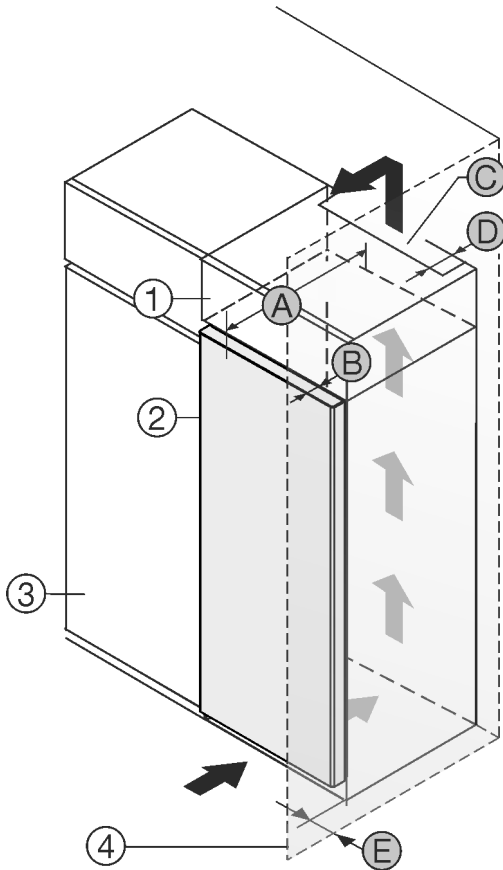

Fig. 1
- (1) Επικαθήμενο ντουλάπι \*
- (2) Συσκευή \*
- (3) Ντουλάπι κουζίνας \*
- (4) Τοίχος \*
- (A) Βάθος συσκευής \*
- (B) Βάθος πόρτας \*
- (C) Διατομή αερισμού \*
- (D) Απόσταση πίσω πλευράς συσκευής \*
- (E) Απόσταση από το πλάι της συσκευής \*
Μπορείτε να τοποθετήσετε τη συσκευή ακριβώς δίπλα από το ντουλάπι κουζίνας Fig. 1 (3).\*
Στην πίσω πλευρά του επικαθήμενου ντουλαπιού πρέπει να υπάρχει ένα κενό εξαγωγής αέρα με βάθος Fig. 1 (D) σε όλο το πλάτος του επικαθήμενου ντουλαπιού.\*
Κάτω από την οροφή του δωματίου πρέπει να τηρείται η διατομή εξαερισμού Fig. 1 (C).\*
Εάν τοποθετήσετε τη συσκευή με τους μεντεσεδες δίπλα σε κάποιον τοίχο Fig. 1 (4), τότε πρέπει η απόσταση ανάμεσα στη συσκευή και στον τοίχο να ανέρχεται σε τουλάχιστον 13 mm.\*
Για να μπορείτε να ανοίγετε τελείως την πόρτα, πρέπει η συσκευή να προεξέχει κατά το βάθος της πόρτας Fig. 1 (B) από την πρόσοψη του ντουλαπιού κουζίνας. Η συσκευή μπορεί να προεξέχει περισσότερο, ανάλογα με το βάθος των ντουλαπιών κουζίνας Fig. 1 (3) και την χρήση αποστατών τοίχου.\*